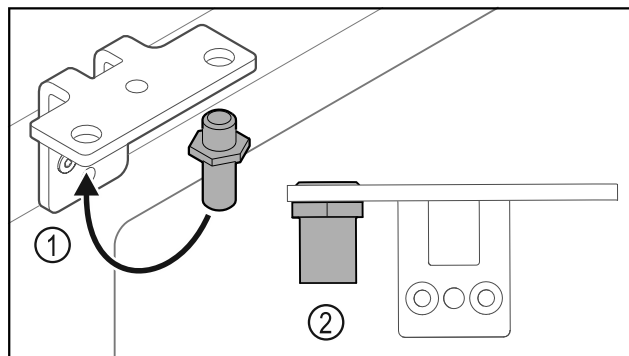

Fig. 13
- Bolzen Fig. 13 (1) im Scharnierwinkel umsetzen.
- Bolzen Fig. 13 (2) mit **Drehmoment von 12 Nm** anziehen.